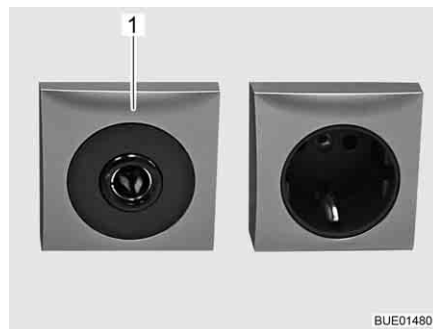

Fig. 137 Caja de enchufe de 12 V/10 A
- ▷ Conectar únicamente aparatos con máximamente 10 A a las cajas de enchufe (Fig. 137,1) de la red de a bordo de 12 V.